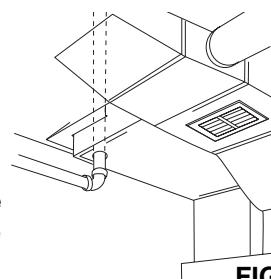

FIGURE 6
Un conduit de reprise d'air froid fournit souvent un parcours direct du sous-sol aux autres niveaux de la maison. Voyez la figure 6. Il est facile de découper les conduits pour y faire passer les tuyaux. Il suffit de sceller l'extérieur du tuyau en terminant l'installation.
- Découpez un trou de 6,35 cm de diamètre dans la plaque d'assise, collecteur ou le montant directement en ligne avec l'ouverture du raccord du support de prise. **Voyez la figure 6 pour les dimensions de la ligne centrale.**